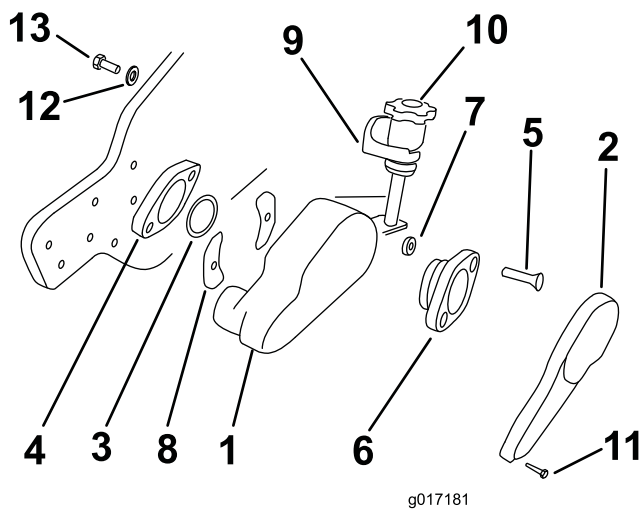
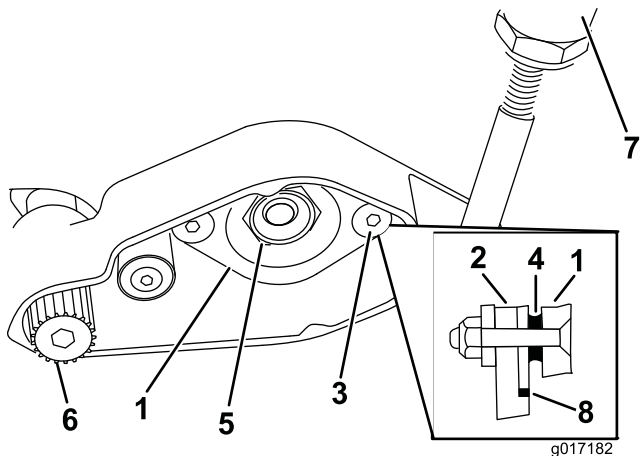

Figura 4
Figura 5
- A. Retire los 3 tornillos de caperuza de cabeza hexagonal y las arandelas de freno que sujetan la cubierta del alojamiento del acondicionador (Figura 4).
B. Retire la arandela Belleville y el tornillo de caperuza de 3/8 x 5/8 pulgada de cada bloque de montaje (Figura 4).
C. Introduzca un anillo adaptador en el alojamiento del cojinete del molinete (Figura 4 y Figura 5).
D. Introduzca los dos tornillos de cabeza plana de 3/8 x 2 pulgadas por el adaptador del cojinete y coloque los espaciadores en los extremos de las tuercas (Figura 4 y Figura 5).
E. Alinee el adaptador del cojinete, los espaciadores y los tornillos con el cojinete de bronce y las ranuras del alojamiento del acondicionador. Introduzca el adaptador del cojinete a través del cojinete de bronce, e introduzca los tornillos a través de las ranuras del alojamiento del acondicionador (Figura 4 y Figura 5).
F. Introduzca una tapa de ranura sobre cada tornillo, alineando el lado curvo de la tapa de la ranura con la curva del alojamiento del acondicionador. Las tapas de las ranuras deben colocarse con el lado convexo junto al alojamiento del acondicionador (Figura 4).
G. Inserte los tornillos de cabeza plana en el alojamiento del cojinete del molinete. Instale las contratuercas en los tornillos y apriételas a 31–37 Nm (23–27 pies-libra) (Figura 4 y Figura 5).
9. Deslice un extremo del eje del acondicionador en el soporte del cojinete del alojamiento del acondicionador (Figura 5). Asegúrese de que las puntas de las cuchillas del acondicionador están orientadas hacia adelante.
10. Aplique Loctite Azul a la rosca del eje del acondicionador. Enrosque la polea arrastrada (rosca a izquierdas) en el extremo del eje del acondicionador. Usando una llave Allen de 3/8 pulgada en una llave dinamométrica, apriete la polea y 39 – 47 N-m (29–35 pies-libra (Figura 4 y Figura 5).
11. Monte el bloque de montaje del pomo de ajuste en la chapa lateral izquierda con el tornillo de caperuza de 3/8 x 5/8 pulgada y la arandela Belleville que retiró anteriormente (Figura 4).
12. Vuelva a sujetar el mecanismo de ajuste izquierdo de la barra de asiento a la chapa lateral con los tornillos de caperuza y las arandelas que retiró anteriormente (Figura 4).
13. Retire la contratuerca del cojinete del molinete del eje del molinete (Figura 5). Utilice un taco de madera para evitar que gire el molinete.